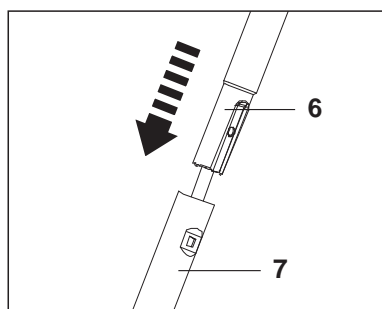

Fig. 1
1. Alignez et insérez la barre supérieure [6] dans la barre inférieure [7] sur toute la longueur jusqu'à arrêt (Fig. 1).